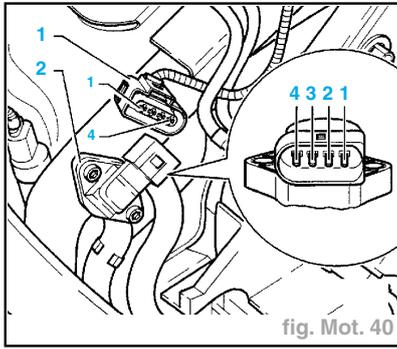

fig. Mot. 40
- Débrancher la fiche (1) du transmetteur de température dans la tubulure d'admission (2) (fig. Mot. 40).
- Brancher le multimètre pour la mesure de la résistance aux contacts 1 et 2 des transmetteurs de température dans la tubulure d'admission (2).